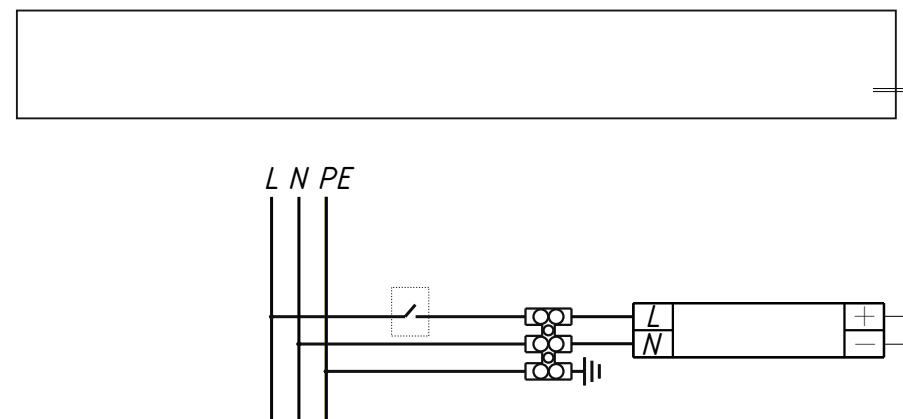

Рисунок 1 - Схема подключения светильников
- При помощи соединительных клемм подключите к драйверу сетевые провода согласно схеме подключения (рисунок 1).